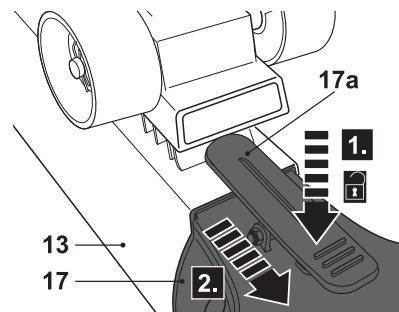

Fig. 7
> Presione la parte posterior del cierre (17a) y manténgalo en su posición (Fig. 7, paso 1). Extraiga el cabezal para suelos (17) del tubo telescópico (13) y suelte el cierre (Fig. 7, paso 2).